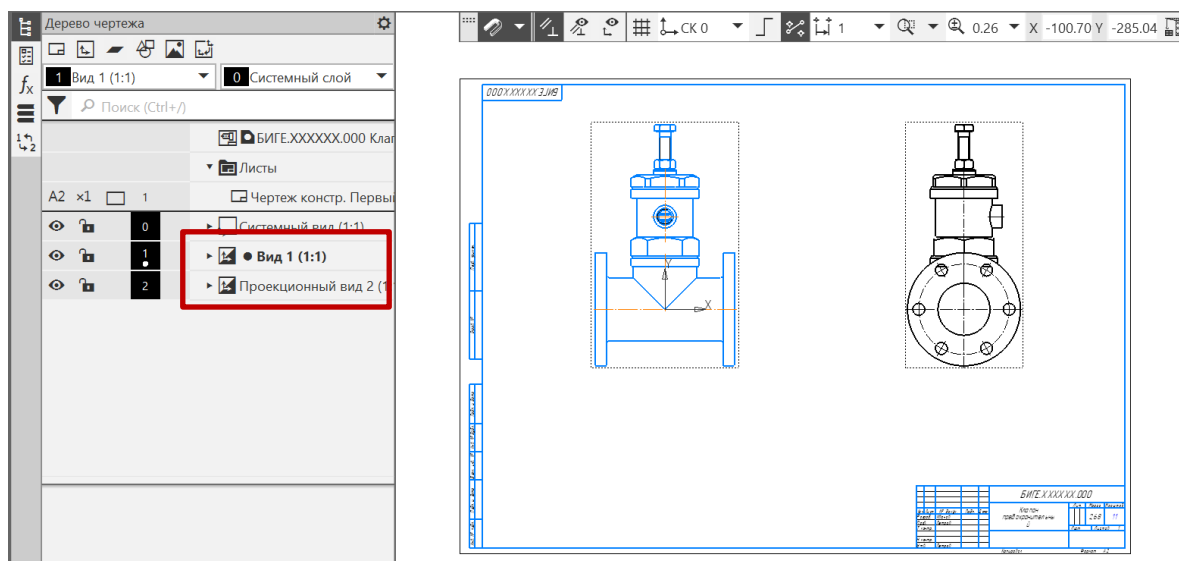

Рис. 2 Размещение видов на СБ
Для чертежа выбрать формат А2 с горизонтальной ориентацией. Масштаб изображений 1:1 (рис. 2).
- **Черчение – Виды – Проекционный вид (см. рис. 2).**